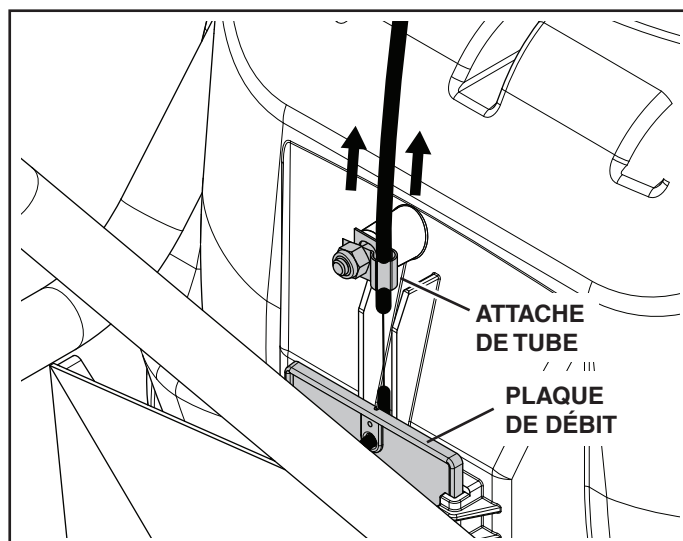

FIGURE 14
3. Desserrez l'écrou qui retient l'attache de tube au-dessous de l'épandeur. Voir figure 14.
4. Écartez les extrémités de l'attache jusqu'à ce que le câble puisse aller et venir sans effort. Voir figure 14.
5. Maintenez l'attache de tube alignée et tirez sur le câble jusqu'à ce que la plaque de débit bouge légèrement, puis serrez l'écrou tout en maintenant l'attache de câble en place. Voir figure 14.